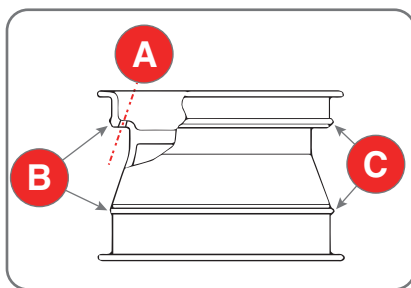

Fig. 6.4
Roues haute performance (flexion asymétrique) - (Fig.6.4.) Certaines roues européennes ont des jantes dont la flexion est très prononcée (C), sauf au niveau du trou de la valve (A), de ce côté la flexion est plus légère (B). Sur ces roues, le détalonnage doit d'abord être effectué au niveau du trou de la valve, tant du côté supérieur que du côté inférieur.